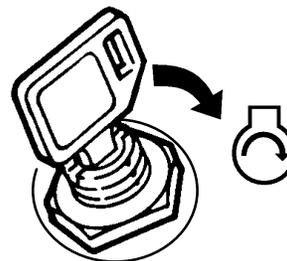

Figure 15
- A. DÉMARRAGE ÉLECTRIQUE (Modèle 10547 et 10548) – Tourner la clé vers la droite, en position  START (Fig. 15).